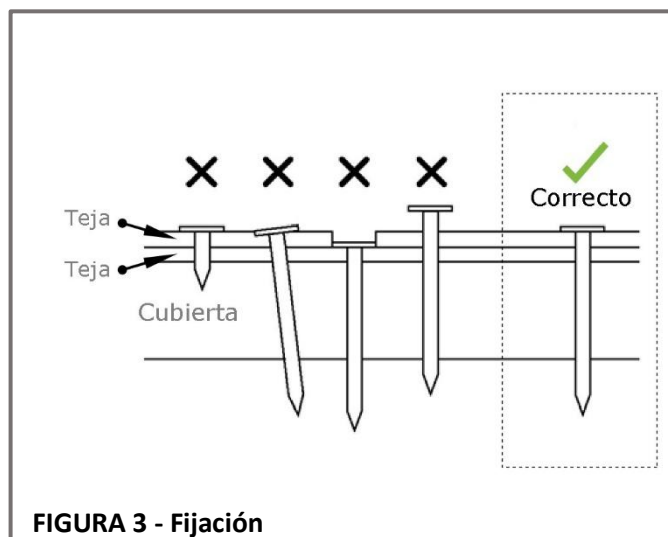

FIGURA 3 - Fijación
- Todas las fijaciones deben insertarse rectas con las cabezas al ras de la superficie de la teja, y sin cortar la teja. Vea la **Figura 3**. La presión recomendada para las herramientas neumáticas es de 100-120 PSI.